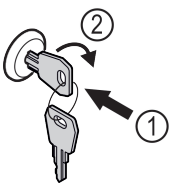

Fig. 52
- Insérer la clé Fig. 52 (1).
- Tourner la clé à 90° dans le sens horaire Fig. 52 (2).